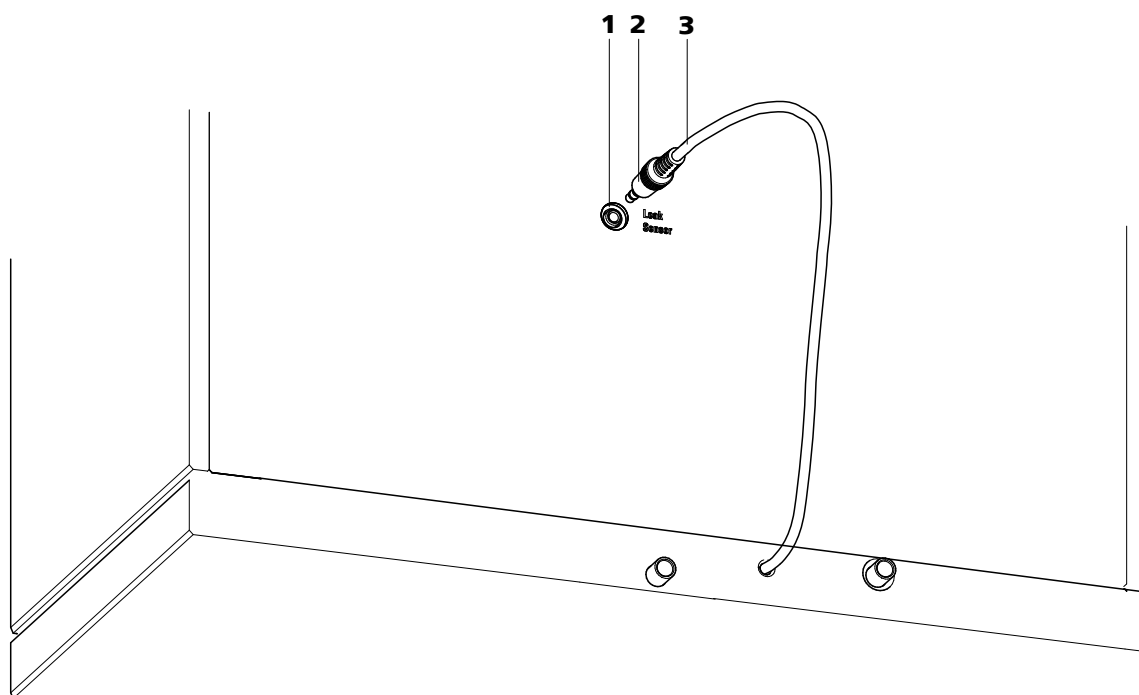

图6 仪器背面的泄漏传感器接口
- 1** 将漏液传感器的连接插头(6-2)插入仪器背面 (参见图6, 第17页) 的漏液传感器接口(6-1)内。